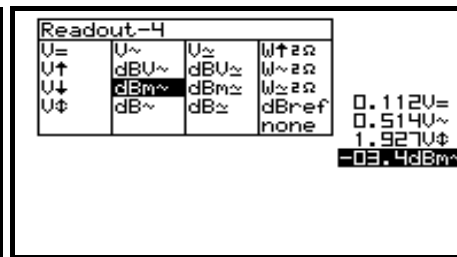

Fig 20
8. A l'aide des touches curseur choisissez la fonction désirée pour l'appareil numéro 4. (fig. 20)